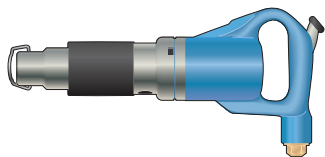

Рис. 5.51. Клепальный пневматический молоток
2. Соединение заклёпками с помощью *клепального пневматического молотка* (рис. 5.51), предназначенного для горячей клёпки заклёпок диаметром 16 и 22 мм.